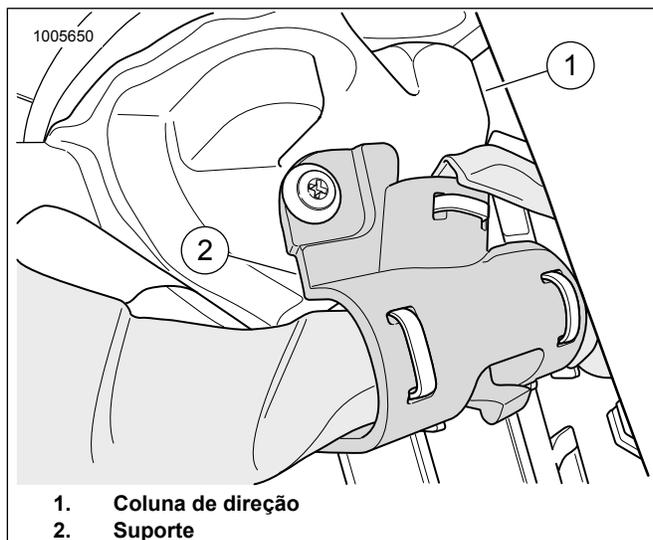

Figura 4. Coluna de direção
9. Veja a figura 4. Oriente a extremidade do chicote de fios de 48 pol. até a coluna de direção (1). Use o suporte (2) para fixar o chicote de fios.